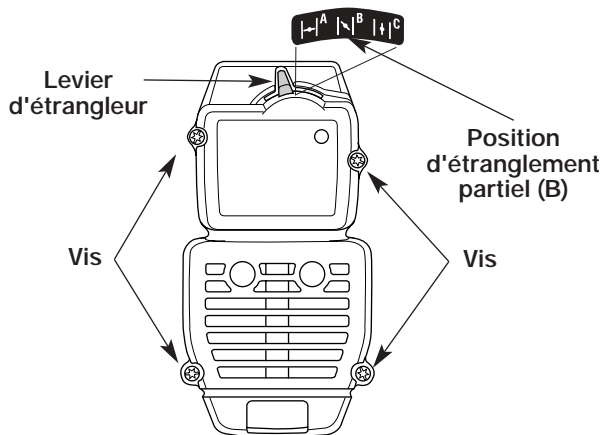

Fig. 20
1. Mettez le levier d'étrangleur en position d'étranglement **PARTIEL** (B).
REMARQUE: pour enlever le couvercle du filtre à air/silencieux, le levier d'étrangleur doit être en position d'étranglement **PARTIEL** (B) (Fig. 20).
2. Retirez les quatre (4) vis retenant le couvercle du filtre à air/silencieux (Fig. 20). Servez-vous d'un tournevis à lame plate ou à mèche no. 20 Torx.